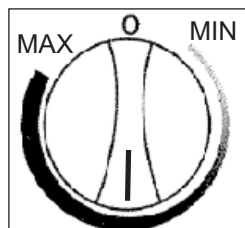

Fig. 1
1. Enlevez les deux (2) vis du dos du plan de travail, levez légèrement le dos du plan de travail et tirez le plan de travail en avant. Cela enlèvera le plan de travail. Voir la figure 1.
- Lorsque le refroidissement maximum est atteint, placez l'aiguille du bouton de commande de la temp. à la position de milieu sur le cadran gradué (**voir la Fig. 1**).